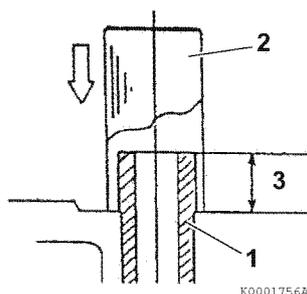

Figure 6-31
3. Terminez l'installation des guides de soupape (1, **Figure 6-31**) dans la culasse à la bonne hauteur (3, **Figure 6-31**) à l'aide de l'outil d'installation des guides de soupape (2, **Figure 6-31**). Voir *Soupape d'admission/d'échappement et guide* à la page 6-5.